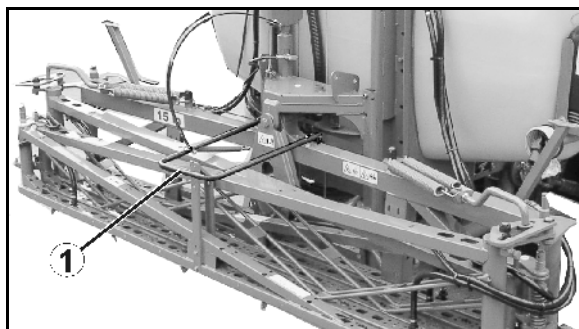

図 9
- Q plus** ブームが不意に展開するのを防ぐための移動用ロック機構 (図 9/1)